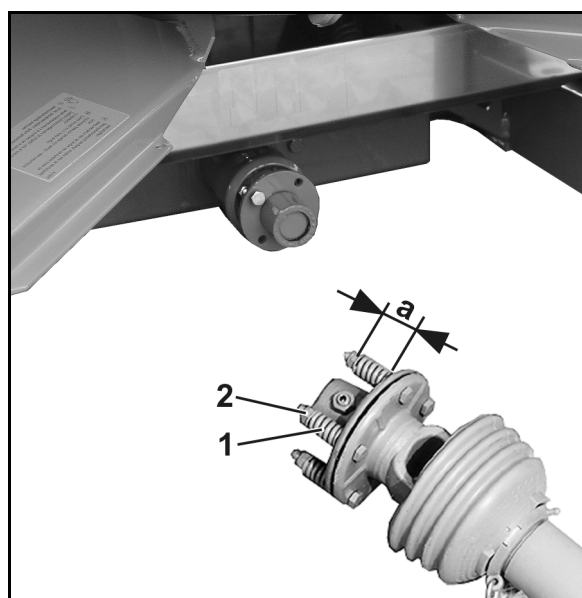

Fig. 93
2. Aflast fjedrene (Fig. 93/1) ved at løsne møtrikkerne (Fig. 93/2).